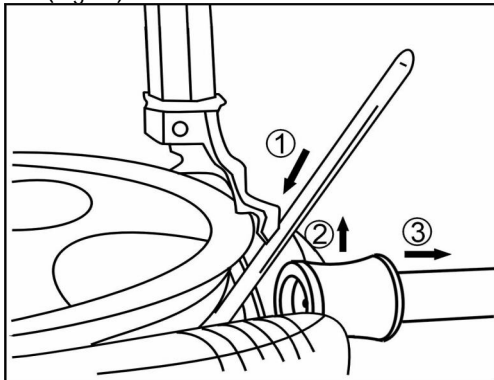

Fig.22
- Führen Sie den Montierhebel zwischen den Montagekopf und dem Reifenrand ein. Heben Sie den Steuerhebel an, um den Roller in seine Ruheposition zu steuern (Fig.22).